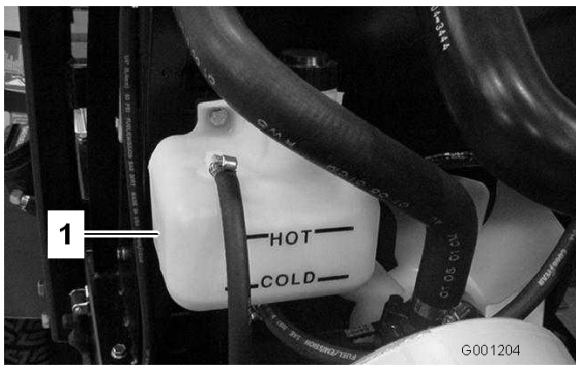

Bild 23
1. Prüfen Sie den Kühlmittelstand im Ausdehnungsgefäß (Bild 23). Der Stand sollte zwischen den Marken an der Seite des Gefäßes liegen.